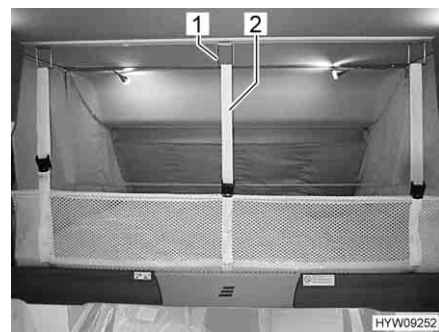

Fig. 90 Rete protettiva (letto basculante)
- Staccare le cinture di ritegno (Fig. 90,2) e sistemare la rete protettiva sotto il materasso.
- Agganciare le cinture di ritegno (Fig. 90,2) ai ganci (Fig. 90,1) del soffitto.